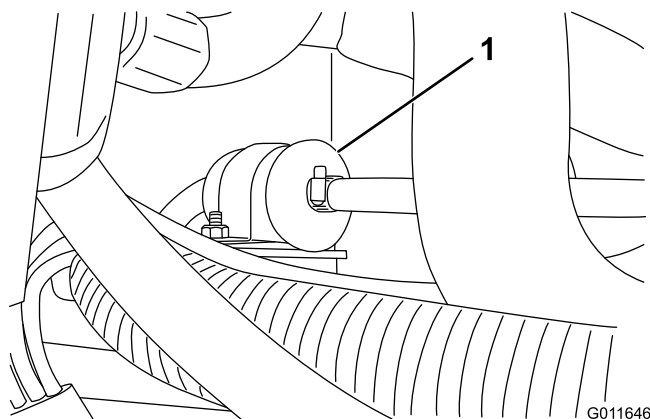

Figure 50
2. Desserrez les colliers de serrage aux deux extrémités du filtre et débranchez les conduites du filtre (Figure 50).